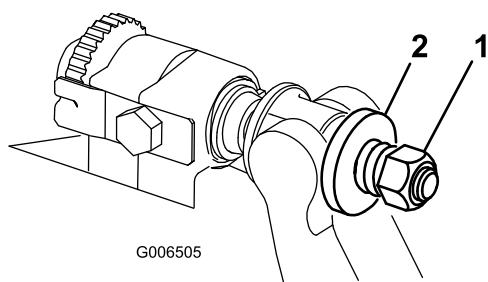

Figura 32
4. Serrate il dado di tensione della molla finché la molla non si schiaccia, quindi allentate di ½ giro (Figura 32).